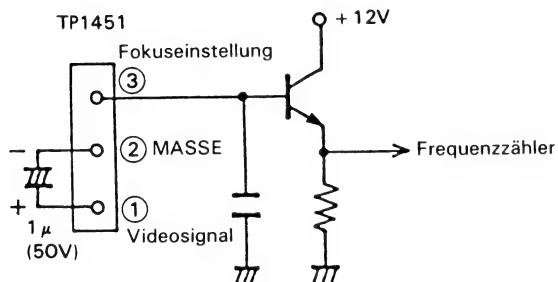

Abbildung 2-14. Pufferkreis
1. Den Frequenzzähler mit einem Puffer an den Stift ③ von TP1451 anschließen. Siehe Abb. 2-14.
2. Einen  $1 \mu\text{F}/50\text{V}$ -Kondensator zwischen dem Stift ① (Videosignal) und dem Stift ② (MASSE) von TP1451 anschließen. Siehe Abb. 2-14. (Diesen Kondensator nach der Einstellung herausziehen.)